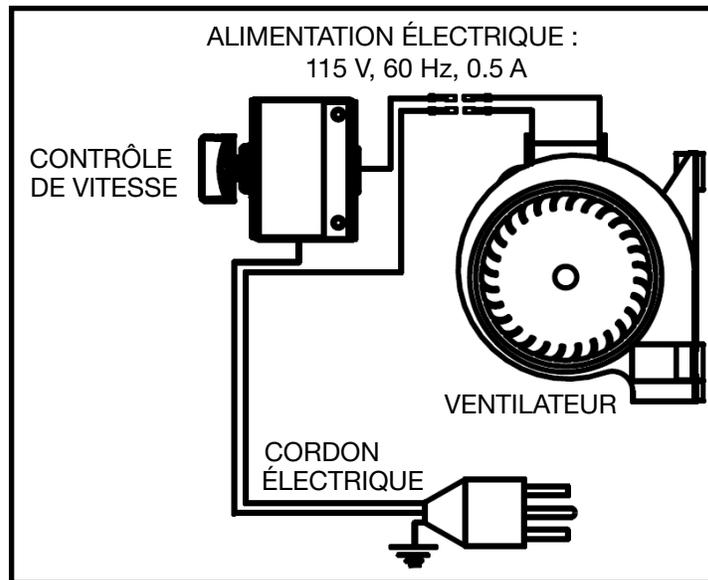

Figure 8: Blower connexion électrique.
1. Retirez les 4 vis et la plaque-couvercle du panneau arrière du poêle. (Fig. 8)